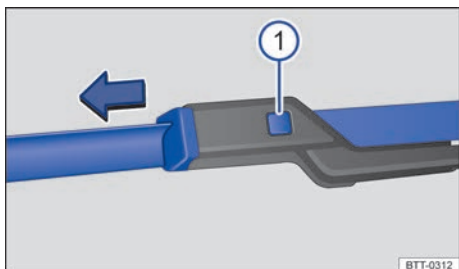

Fig. 226 Cambio de las escobillas limpiacristales del parabrisas.
- Mantenga presionada la tecla de desbloqueo → fig. 226 ① y tire al mismo tiempo de la escobilla en el sentido de la flecha.